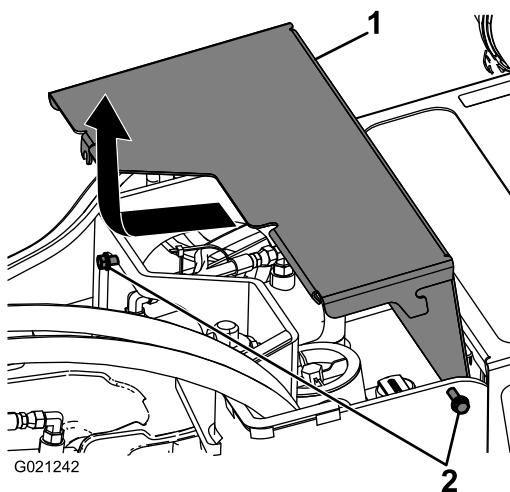

Figura 24
2. Afloje los 2 tornillos que sujetan la cubierta delantera a la máquina (Figura 24).
3. Deslice la cubierta hacia adelante y tire hacia arriba para retirar la cubierta (Figura 24).
2. Coloque la cubierta delantera en su sitio y apriete los 2 tornillos que la sujetan a la máquina (Figura 24).